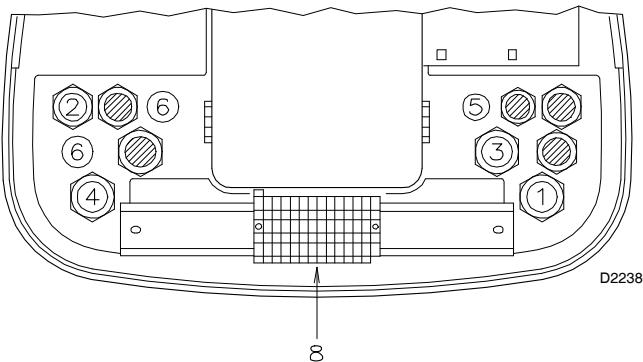

Fig. 15
6.1.1 Collegamenti elettrici (Fig. 15)
Tutti i cavi da collegare alla morsettiera 8)(Fig. 15) del bruciatore vanno fatti passare dai passacavi.